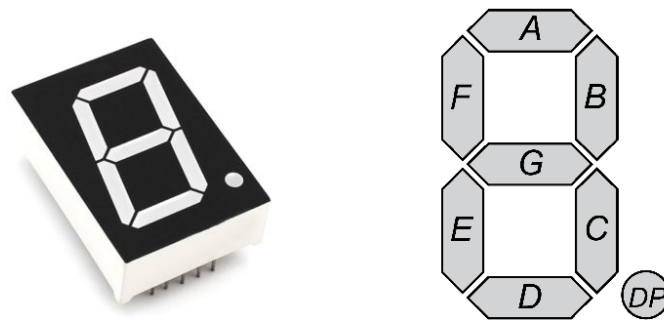
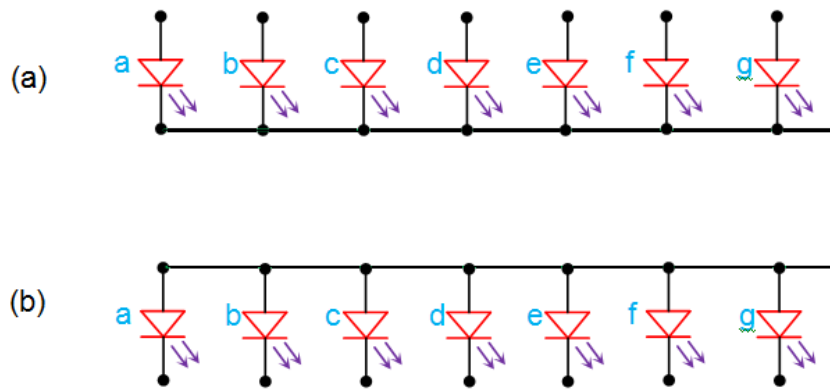

Fig. 1: display de 7 segmentos (izq.), identificación de segmentos (der.)
Fig. 2: circuitos para “cátodo común” (a) y “ánodo común” (b).
En la fig. 1 se muestra un display de este tipo donde se observa que posee 7 segmentos LED (de ahí su nombre) los cuales pueden activarse individualmente utilizando una entrada para cada uno. Los segmentos se identifican con las letras A, B, C, D, E, F y G. También existe una entrada para encender un punto (DP). Existen dos tipos de display: en los denominados “ánodo común” los LED de todos los segmentos comparten una conexión común a través del ánodo mientras que en los de “cátodo común” se comparten como conexión común el cátodo, en ese caso el punto (DP) también está conectado de la misma forma que se muestra en la Fig. 2.